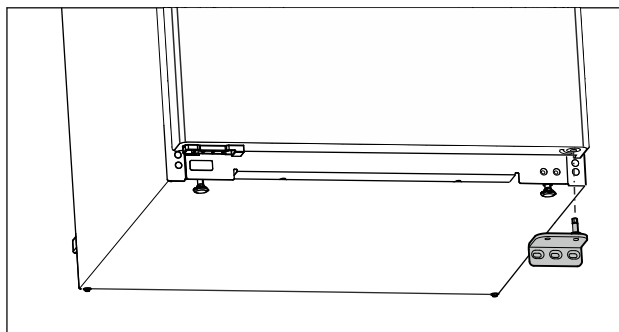

Fig. 8
- ▶ Vegye le lefelé a csapágybakot. (lásd Fig. 8)